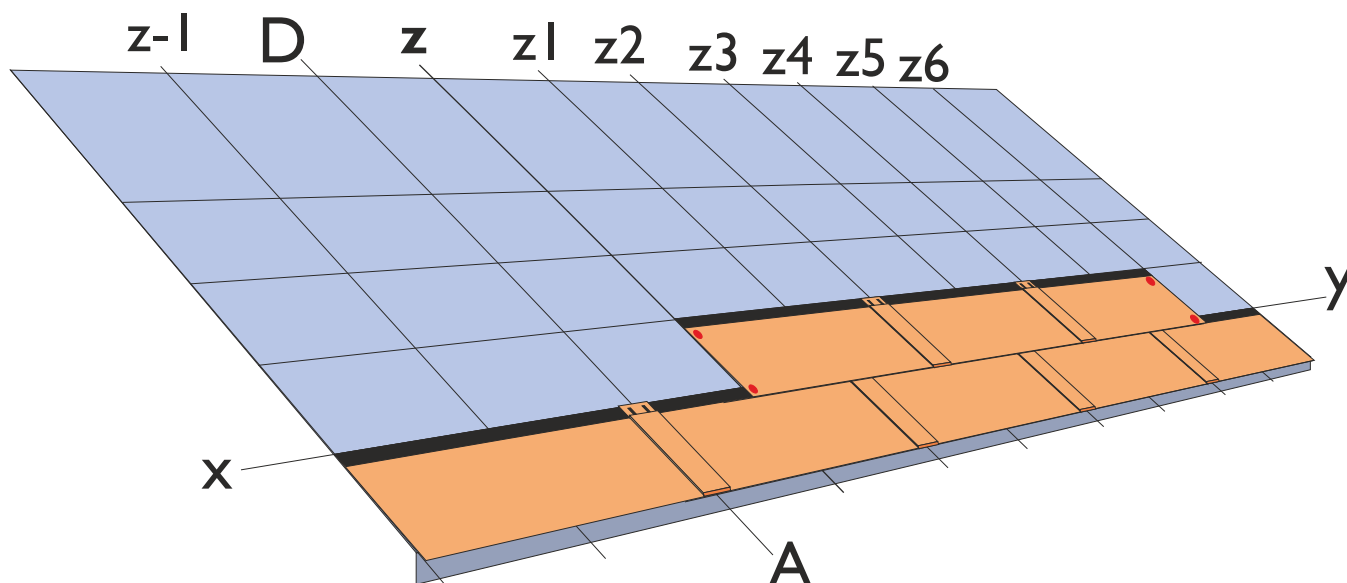

Fig. 10 - Applicazione del Compact Clip
- Dopo aver premuto sul Compact Strip, si copre il giunto così sigillato con il Compact Clip (fig. 10) e lo si chioda nei fori predisposti.